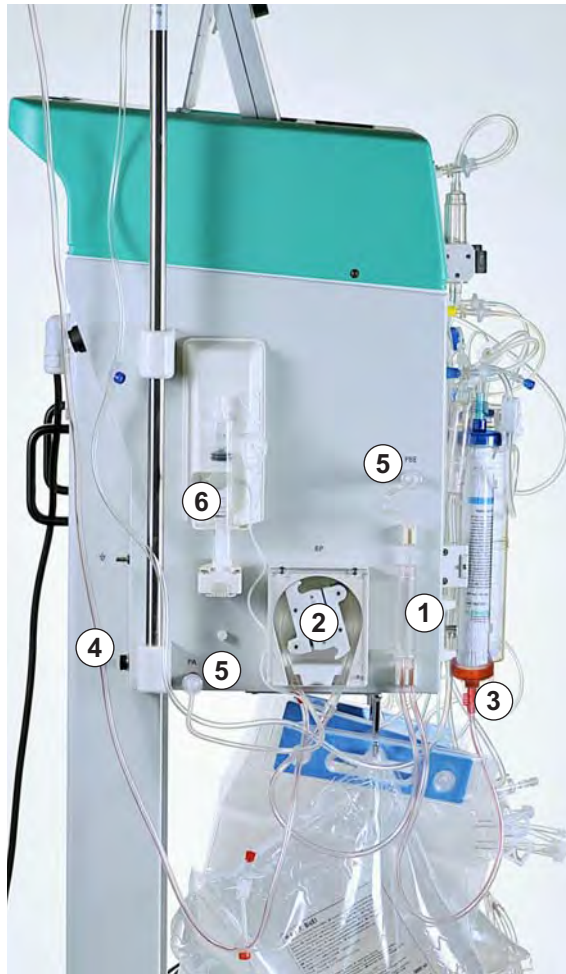

Fig. 5-12 Collegamento delle linee buffer e ultrafiltrato
14. Collegare la linea buffer alla sacca di soluzione fisiologica da 3 l sulla bilancia (Fig. 5-12).